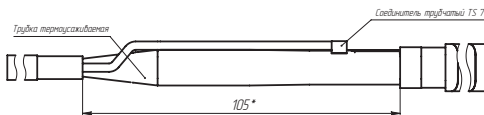

Рис. 6
5.6 Усадить с помощью воздушного термопистолета ($T=350\text{ }^{\circ}\text{C}$) трубку Deray-Splicemelt 12,0/2,5 (105 мм), соединив снаружи дренажный проводник или жгут из оплетки кабеля и жилу с жёлто-зелёной оболочкой провода при помощи соединителя трубчатого TS 7 (рис. 6)